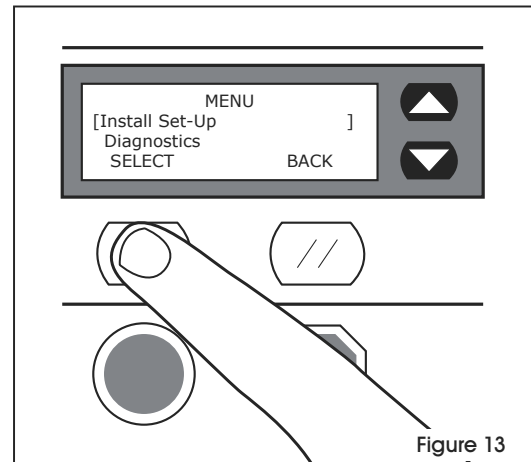

Figure 13
2. Utilisez les touches fléchées pour déplacer les curseurs des deux côtés de l'écran sur " Engineering " (mécanique) Appuyez sur le bouton de sélection à gauche pour choisir " Engineering ". (Voir Figure 13)